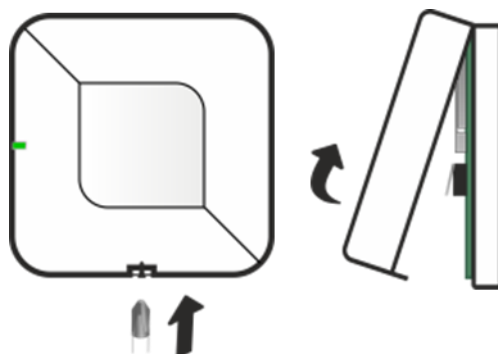

Рисунок 9.2 — Вскрытие корпуса контроллера
1. Выкрутите фиксирующий винт и снимите крышку корпуса (рисунок 9.2).
- Если корпус контроллера закрыт, то вскройте его. Для этого выкрутите фиксирующий винт и снимите крышку корпуса (см. рисунок 9.2).